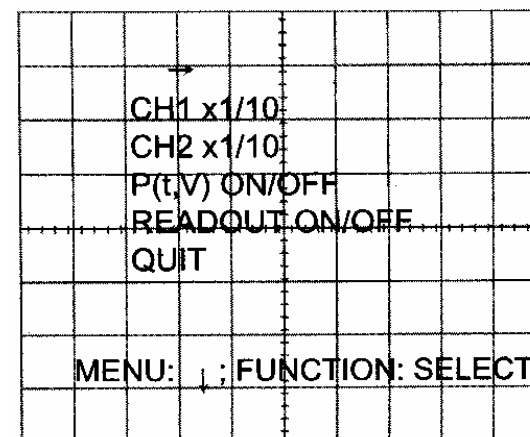

Рисунок 5-6
5.2.2. Использование MENU (рис. 5-6)